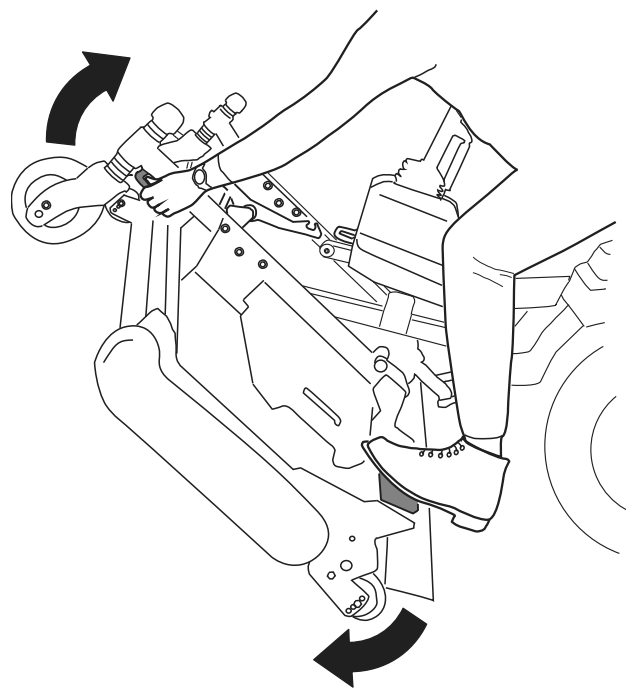
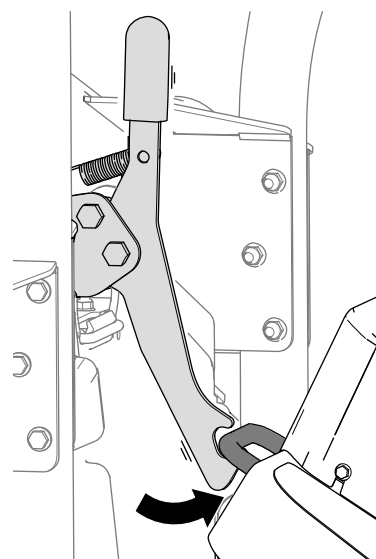

Figura 39
Figura 40
5. Ruotate l'apparato di taglio (Figura 39) in modo tale che il fermo si inserisca nella staffa di ancoraggio (Figura 40).
1. Rilasciate il fermo dell'apparato di taglio dalla staffa di ancoraggio (Figura 41) ruotando l'apparato di taglio leggermente in avanti (fate riferimento a Figura 39) e tirando la maniglia del fermo in avanti.